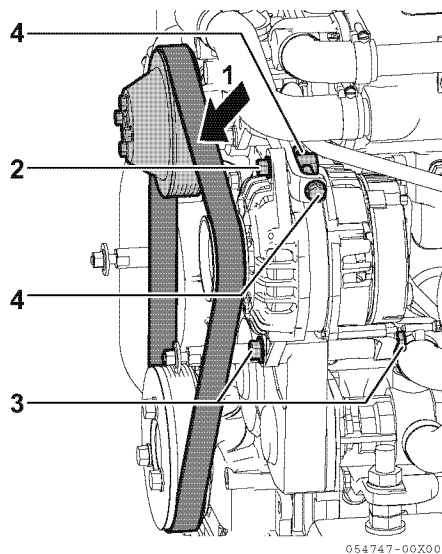

Figure 4
- Controllare la cinghia premendo al centro della cinghia (**Figure 4, (1)**) con il dito.
- Allentare i 3 bulloni dell'alternatore (**Figure 4, (2) (3) (4)**).
4. Avvitare il bullone di regolazione (**Figure 4, (4)**) e spostare l'alternatore in modo da regolare la tensione della cinghia in modo corretto.